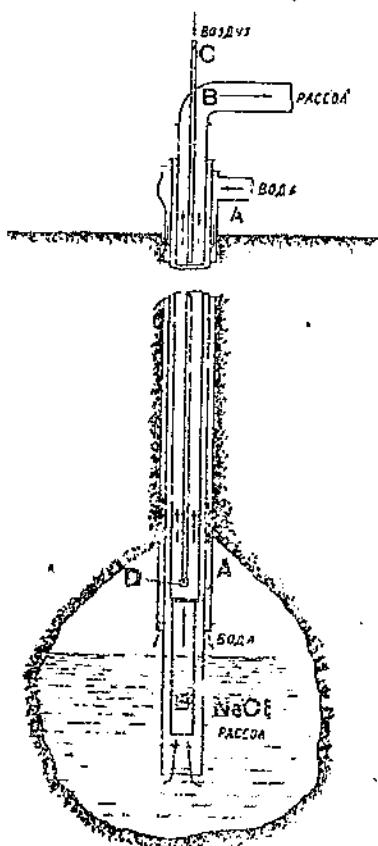

Рис. 10.
2. Мокрый способ—натягивание по трубам воды, которая растворяет залегающую под землей соль, и выпаривание затем рассола на поверхности земли (рис. 10).
Рассолы образуются естественным путем—действием грунтовых вод на залежи каменной соли, и искусственным путем—введением воды в буровые скважины для растворения каменной соли (см. выше—„мокрый способ“, рис. 10).